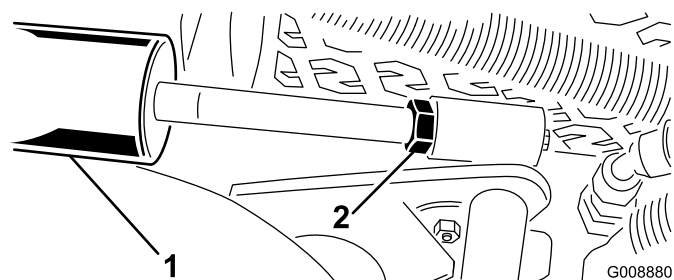

図 26
- A. カuttingユニットを降下させ、シリンダについているジャムナットを戻す（図 26）。